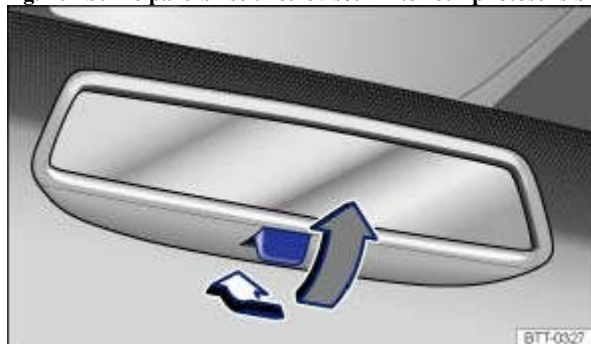

Fig. 105 Sur le pare-brise : rétroviseur intérieur jour/nuit manuel
- Pour sélectionner la position nuit, tirez le levier vers l'arrière → Fig. 105 .